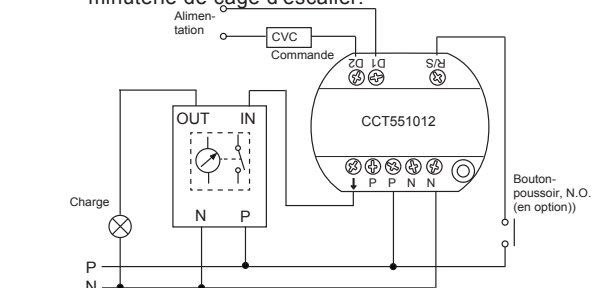

Fig 8. Détecteur combiné à un circuit de minuterie de cage d'escalier
#### 3.2.2.2 La borne R&S fournit un point de raccordement optionnel pour un bouton-poussoir. La FIG. 8 indique comment brancher un détecteur à un circuit de minuterie de cage d'escalier.
#### 3.3.3.2 Retirer les câbles de la boîte de dérivation standard (voir FIG. 14), puis dénuder 6 à 8 mm d'isolant pour le raccordement, et voir les schémas de câblage pour un bon branchement (voir FIG. 3 - FIG. 8).
3.3.4.5 Voir la FIG. 13 pour assembler la tête de capteur sur le boîtier électrique, puis voir les schémas de câblage (voir FIG. 3 et FIG. 8) pour un branchement correct.